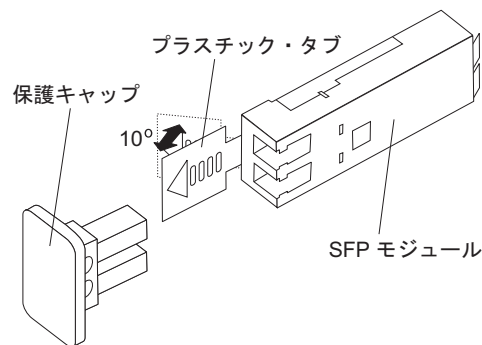

図 17. SFP モジュール・ラッチのアンロック - プラスチック・タブの場合
- プラスチック・タブが入っている SFP モジュールの場合は、図 17 に示されているように、プラスチック・タブを外側に 10° 引いて SFP モジュールのラッチをアンロックします。